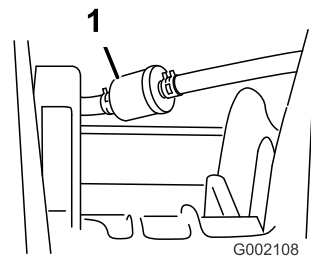

Figura 34
5. Retire las abrazaderas que sujetan el filtro de combustible a los tubos de combustible (Figura 34).